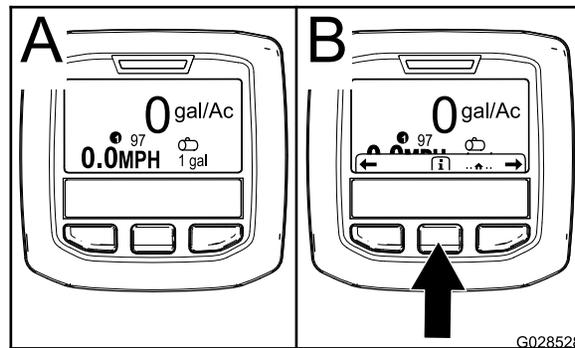

Figura 18
2. Após cerca de 15 segundos, o ecrã inicial surge; pressione o botão de seleção central para mostrar o contexto da informação (Figura 18).